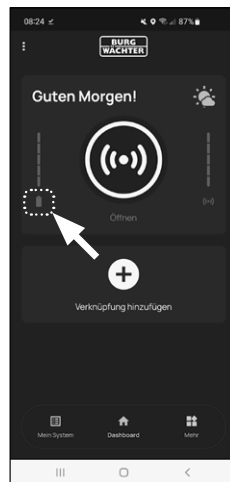

Fig. 6
- ! **Dica:** Recomendamos que as pilhas do cilindro e do teclado sejam sempre substituídas ao mesmo tempo. No entanto, você também pode verificar o estado das pilhas do cilindro separadamente a qualquer momento. O estado atual da pilha é apresentado no ecrã principal do aplicativo BURGsmart (Fig. 6).